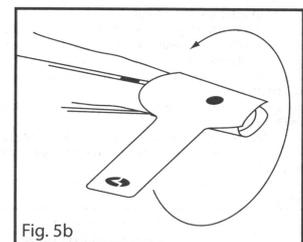

Fig. 5b
2. Siehe Abb. 5b. Das Kabel soll seitlich am Finger, an der Hand, am Fuß oder am Zeh entlang verlaufen.